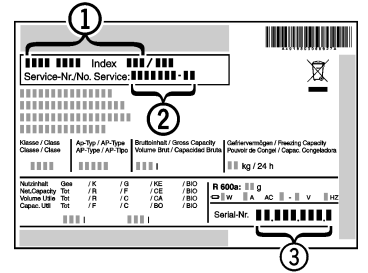

Fig. 16
- Cihazın adını *Fig. 16 (1)*, servis numarasını *Fig. 16 (2)* ve seri numarasını *Fig. 16 (3)* model plakasından okuyun. Model plakası, cihazın iç kısmında, solda bulunur.
- Müşteri hizmetlerini haberdar edin ve hatayı, cihazın adını *Fig. 16 (1)*, servis numarasını *Fig. 16 (2)* ve seri numarasını *Fig. 16 (3)* bildirin.